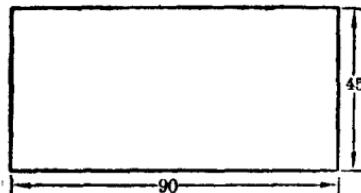
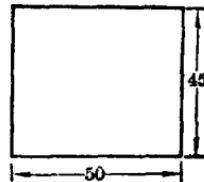

图 4
图 5
3. 左右挡板和后挡板：锯 45×90 [毫米]² 木板二块制车头左右挡板(图 4)，再锯 45×50 [毫米]² 木板一块制车头后挡板(图 5)。然后用砂皮砂光。